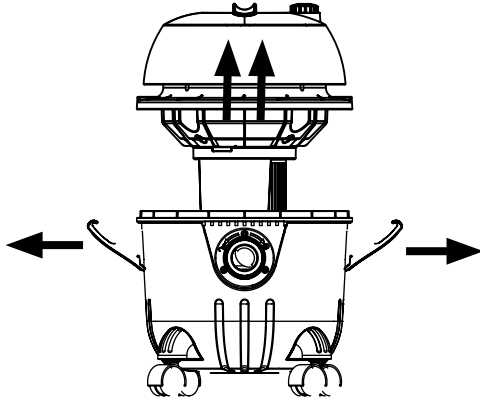

Fig.6
- Acoplar la tapa/cuerpo encima del depósito de polvo del aparato y cerrar las pesañas del depósito (Fig.6).